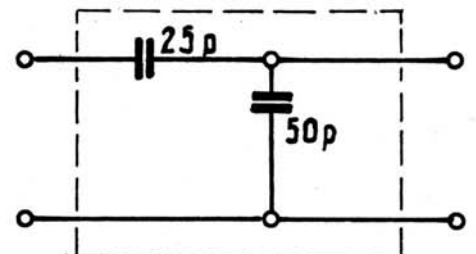

Abb. 6: AM-Antennennachbildung
- 3.1. Mess-Sender auf die Frequenz 465 kHz einstellen, und durch die Antennennachbildung (Abb. 6) an die Antennenbuchse anschliessen.